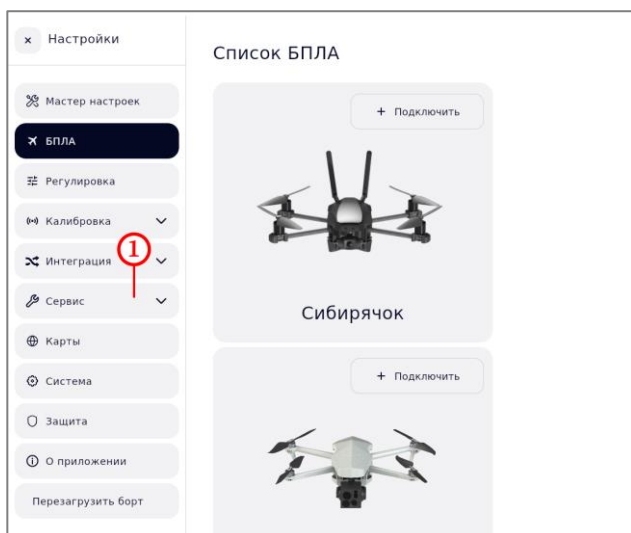

Рисунок 115 – Переход к работе с полным списком параметров
- в боковом меню выбрать пункт « Сервис» (рисунок 115, шаг 1);